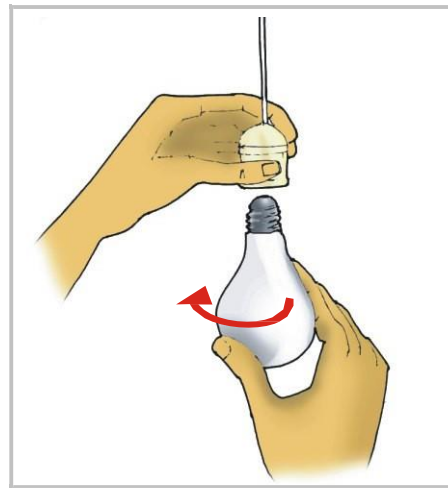

Fig. 3
4. Retire el foco fundido o "quemado", dándole vuelta a la izquierda con una mano, usando la otra para sujetar el socket (Fig. 3).